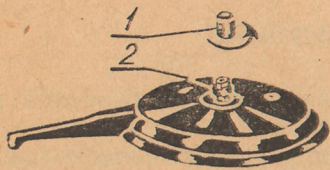

Рис. 6
Разберите рабочий клапан (рис. 6). Для чего: колпак (1) клапана приподнимите и выверните из основания (2).